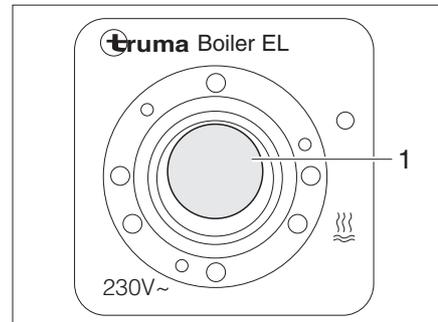

Bild 129 Kippschalter für Truma Boiler (230-V-Elektrobetrieb)
- Den Kippschalter (Bild 129,1) einschalten. Die Kontroll-Leuchte im Schalter leuchtet. Das Wasser im Boiler wird auf 65 °C aufgeheizt.
- Den Kippschalter (Bild 129,1) auf "0" stellen. Die Kontroll-Leuchte im Schalter erlischt.
- An der Bedieneinheit (Bild 128) den Drehschalter (Bild 128,3) auf "○" (Bild 128,4) stellen bzw. den Kippschalter (Bild 129,1) auf "○" stellen.